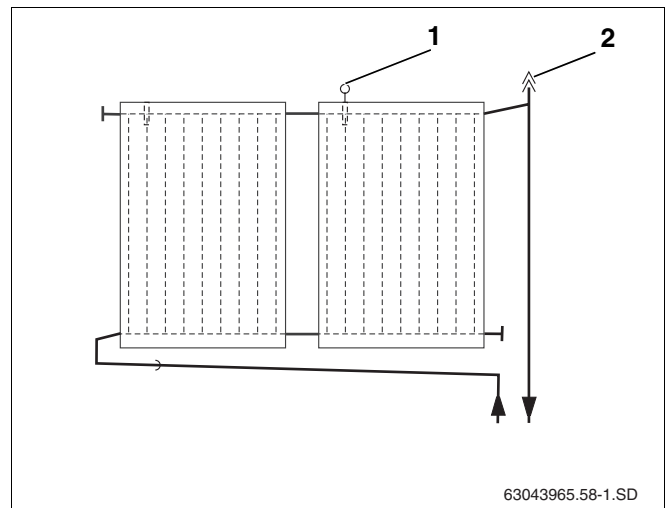

Fig. 58 Sistema di sfiato su circuito di mandata
Se si desidera disaerare l'impianto solare con un disaeratore automatico (accessorio) al punto più alto dell'impianto, è necessario installare la tubazione di mandata con pendenza a salire verso il disaeratore (fig. 58, **pos. 2**) e la tubazione di ritorno con pendenza a salire verso il campo di collettori (fig. 58).